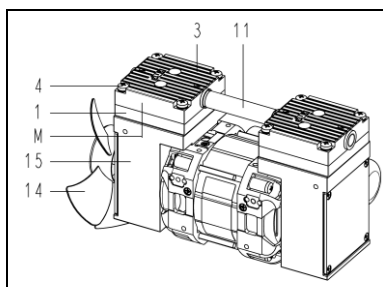
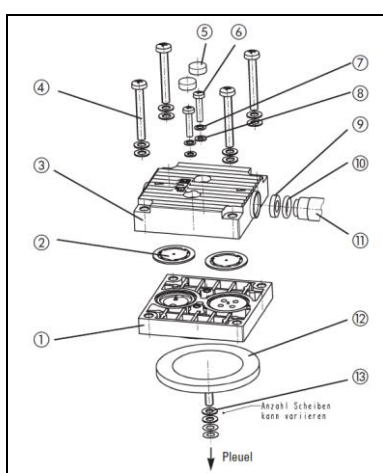
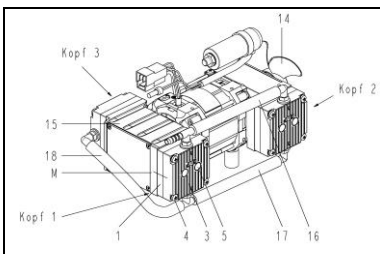
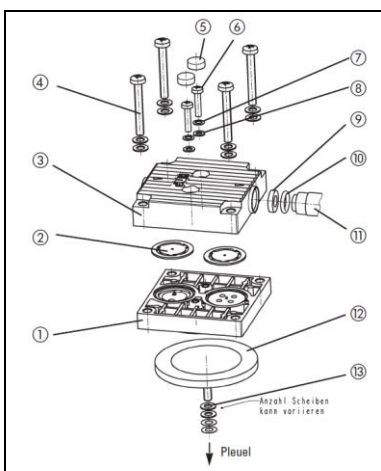

Abb. 6: Pumpe N816.3 KPE
Abb. 7: Pumpenkopf (Explosionszeichnung, symbolisch)
Abb. 9: Pumpe N816.6 KPE
Abb. 10: Pumpenkopf (Explosionszeichnung, symbolisch)
** Nach Abb. 7
1. An beiden Pumpenköpfen die Position von Kopfdeckel (Abb. 6/3), Zwischenplatte (1) und Pumpengehäuse (15) zueinander durch einen durchgehenden Filzstiftstrich (M) markieren, um eine korrekte Montage sicherzustellen.
1. Eine Membrane (Abb. 7/12) durch Drehen des Lüfterrades (Abb. 6/14) in den oberen Umkehrpunkt bewegen.
2. Die Membrane (Abb. 7/12) an gegenüberliegenden Seitenrändern anheben, fassen und entgegen dem Uhrzeigersinn herausschrauben.
3. Passscheiben (13) vom Gewindebolzen der Membrane abnehmen und aufbewahren.
4. Die Passscheiben (13) auf den Gewindebolzen der neuen Membrane schieben.
5. Den Pleuel (Verbindungsteil zwischen Antriebswelle und Membrane) in den oberen Umkehrpunkt bewegen durch Drehen des Lüfterrades (Abb. 6/14).
6. Die neue Membrane (Abb. 7/12) mit Passscheiben (13) auf den Pleuel schrauben (im Uhrzeigersinn) und handfest anziehen.
7. Durch leichte horizontale Bewegung der Ventilplatten/Dichtungen (2) sicherstellen, dass die Bohrung der Ventilplatten/Dichtungen auf dem Zentrierstift der Zwischenplatte (1) zentriert ist.
8. Kopfdeckel (3) auf Zwischenplatte (1) setzen entsprechend der Filzstiftmarkierung (Abb. 6/M).
9. Durch leichte seitliche Bewegung des Kopfdeckels (Abb. 7/3) dessen Zentrierung prüfen.
10. Kopfdeckel (3) und Zwischenplatte (1) miteinander verbinden durch Festziehen der beiden Schrauben (6) (handfest).
i Zur Anordnung von Tellerfedern (7) und Scheibe (8) sowie zur Ausrichtung der Tellerfeder siehe Abb. 9.
11. Schraubenabdeckungen (5) montieren.
2. Die beiden durch das Verschaltungsrohr (11) verbundenen Pumpenköpfe entsprechend der Markierungen (Abb. 6/M) auf das Gehäuse setzen.
3. An beiden Pumpenköpfen die Schrauben (Abb. 7/4) über Kreuz nur leicht anziehen.
4. Leichtgängigkeit der Pumpe durch Drehen am Lüfterrad (Abb. 6/14) prüfen.
5. Nun die Schrauben (Abb. 7/4) an beiden Pumpenköpfen über Kreuz handfest anziehen.
** Nach Abb. 10
1. Die pneumatische Verbindung (Abb. 9/18) zwischen Pumpenkopf 1 und Pumpenkopf 3 vom Schlauchnippel des Pumpenkopfes 3 abziehen.
1. Eine Membrane (Abb. 10/12) durch Drehen des Lüfterrades (Abb. 9/14) in den oberen Umkehrpunkt bewegen.
2. Die Membrane (Abb. 10/12) an gegenüberliegenden Seitenrändern anheben, fassen und entgegen dem Uhrzeigersinn herausschrauben.
5. Die Passscheiben (13) auf den Gewindebolzen der neuen Membrane schieben.
6. Den Pleuel (Verbindungsteil zwischen Antriebswelle und Membrane) in den oberen Umkehrpunkt bewegen durch Drehen des Lüfterrades (Abb. 9/14).
7. Die neue Membrane (Abb. 10/12) mit Passscheiben (13) auf den Pleuel schrauben (im Uhrzeigersinn) und handfest anziehen.